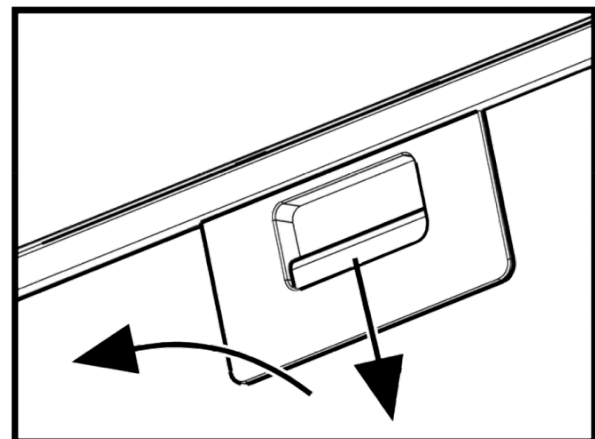

Рис.6
8.6 Для зняття алюмінієвого фільтру (**рис.6**) слід натиснути на пружинну засувку і, потягнувши на себе і вниз, зняти фільтр з панелі. Встановлення фільтру виконати в зворотному порядку.